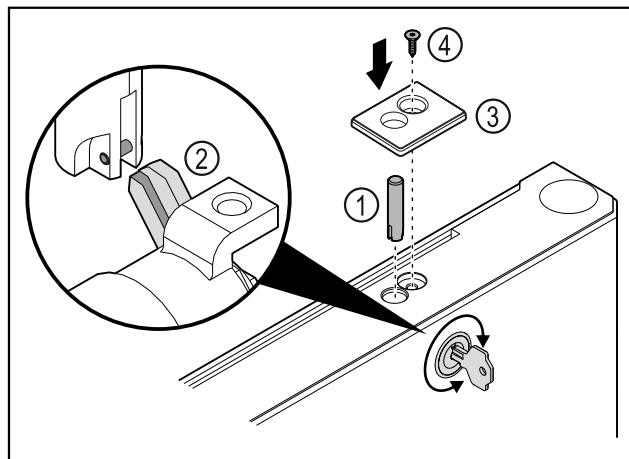

Fig. 41
- ▶ Zasuňte zámkový čep Fig. 41 (1).
- ▶ Mírně otočte zámkem, aby se zámkový čep Fig. 41 (2) zacvaknul do vybrání zámku.
- ▶ Nasad'te kryt Fig. 41 (3).
- ▶ Vložte šroub Fig. 41 (4).